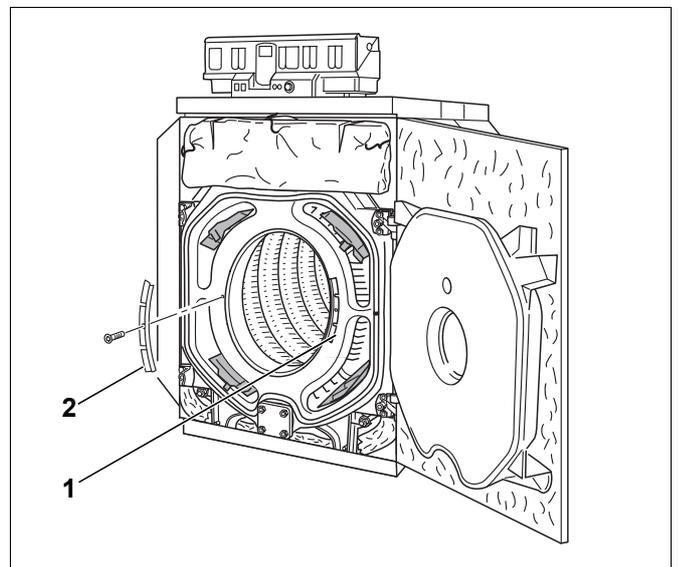
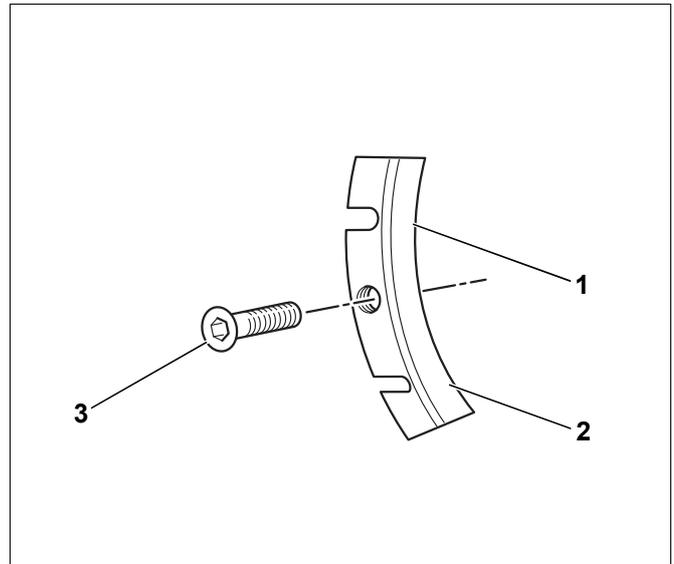

Bild 68 Position der Heizgassperrplatten
Bild 69 Heizgassperrplatte
- ▶ Jeweils die Innensechskantschraube in der Heizgassperrplatte lösen und die Heizgassperrplatten links und rechts entfernen (Bild 68, **Pos. 1** und **2**).
- ▶ Jeweils die Innensechskantschraube (Bild 69, **Pos. 3**) in der Heizgassperrplatte lösen und die Heizgassperrplatten links und rechts entnehmen (Bild 68, **Pos. 1 und 2**).
- ▶ Heizgassperrplatte so auf eine Unterlage legen, dass die Einkerbungen (Bild 69, **Pos. 1 und 2**) hohl liegen. Mit einem Hammer ein Segment der linken und rechten Heizgassperrplatte abschlagen.